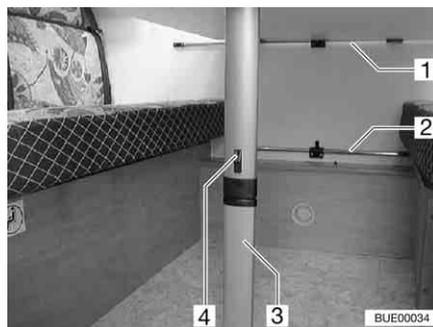

Bild 68 Hängetisch mit Knickfuß
- Die Arretierung (Bild 68,4) in Richtung Tischplatte schieben.
- Unteres Fußteil (Bild 68,3) um 90° umklappen.
- Den Hängetisch aus der oberen Einhängeschiene (Bild 68,1) aushängen.
- Den Hängetisch in die untere Einhängeschiene (Bild 68,2) einhängen und auf dem Tischfußgelenk abstellen.